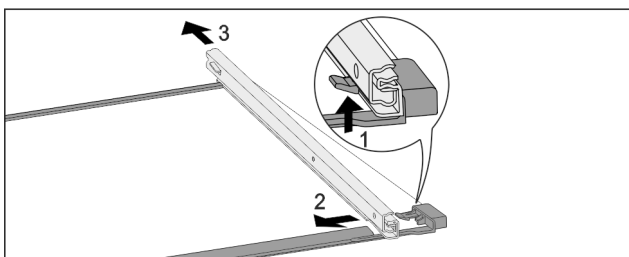

Fig. 180 Sklenená doska s kolajničkami
- ▶ Potlačte predný západkový hák nahor. Fig. 180 (1)
- ▶ Odsuňte vyťahovaciu kolajničku do strany Fig. 180 (2) a dozadu Fig. 180 (3).